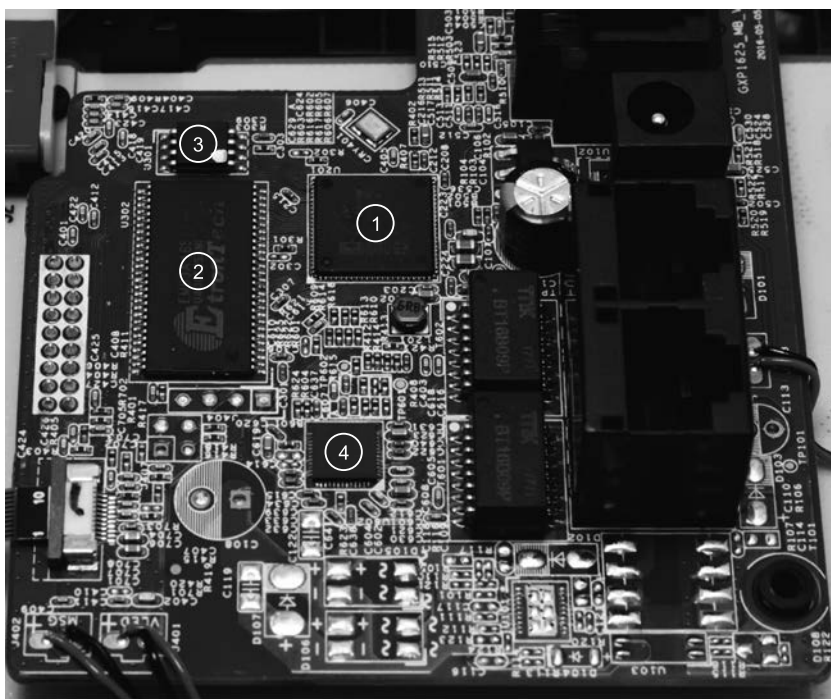

Рис. 3.10. Идентификация интегральных микросхем на плате
Вскрыв устройство, вы увидите одну печатную плату с набором компонентов (посмотрите на переднюю и заднюю часть печатной платы), самыми крупными из которых, вероятно, будут основная SoC, DRAM и внешняя флеш-память, как показано на рис. 3.10.
В центре вверху на рис. 3.10 расположена основная SoC DSPGroup DVF97187AA2ANC ❶. Слева от нее — EtronTech EM63A165TS-6G SDRAM в корпусе TSSOP ❷, а над SDRAM — Winbond 25Q128JVSQ, флеш-память в корпусе SOIC-8 ❸. Кроме того, на плате есть Ethernet-контроллер Realtek RTL8304MB ❹. Само же устройство представляет собой недорогой IP-телефон, и это позволяет понять, почему вы ничего не слышали о брендах SoC и SDRAM.